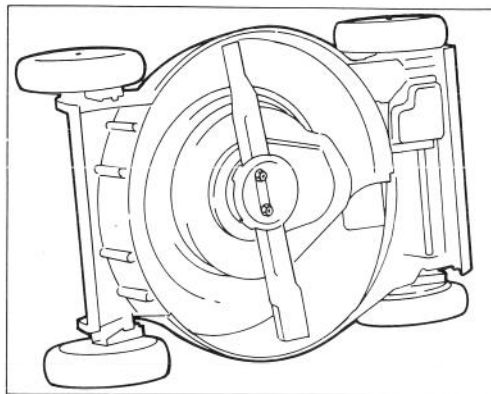

Bild 28
2. Mäher auf die rechte Seite kippen (Bild 28). Drehen des Mähmessers vermeiden, da sich sonst Startprobleme ergeben könnten.